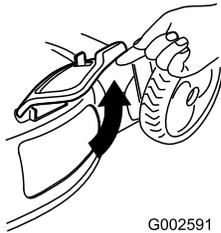

Figure 41
- Lift open the side discharge door (Figure 41).